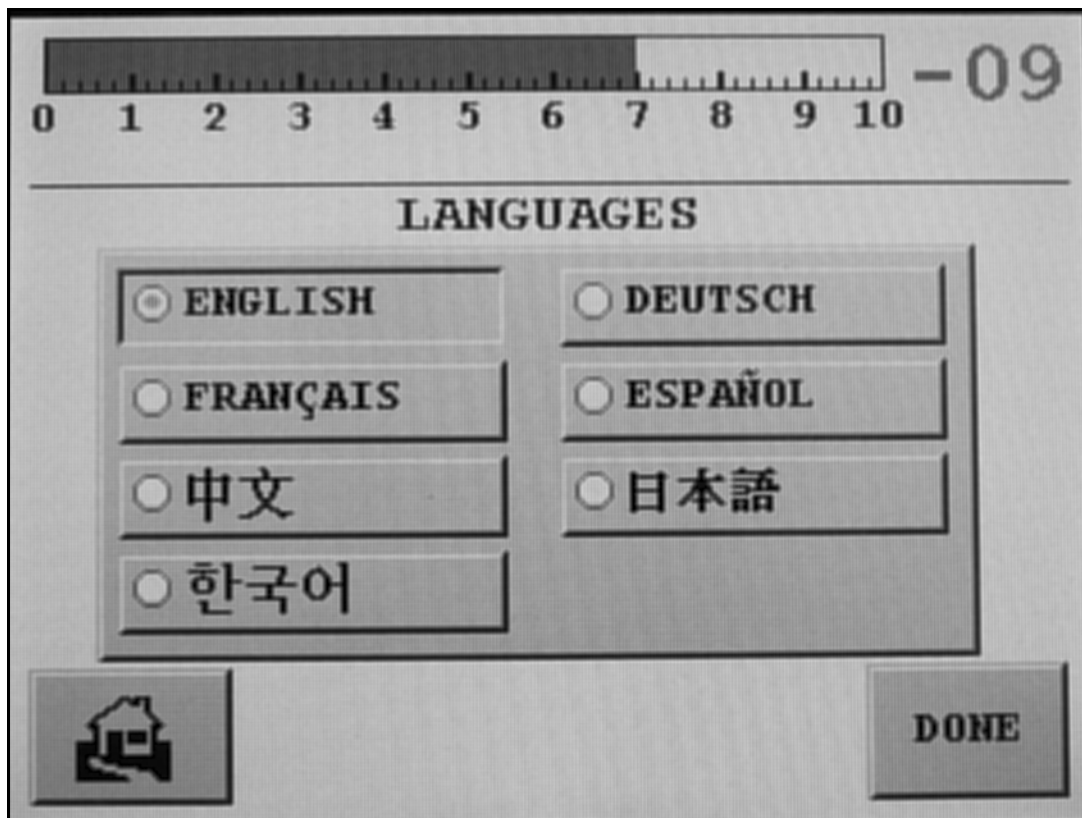

图 2-21 语言
- 轻触“Set-Up”屏幕上的 **Language Set-Up**，出现“语言”屏幕（图 2-21）。